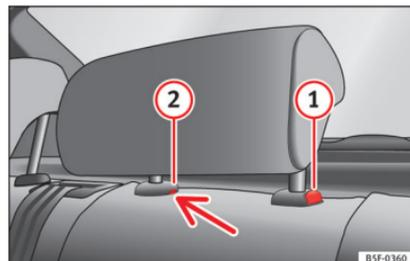

Abb. 138 Hintere Kopfstütze in der Mitte: Einstellungsstelle.
- Zum Einstellen der Kopfstütze auf eine niedrigere Höhe die Taste ① » Abb. 138 und diese nach unten schieben.
- Drücken Sie die Taste ① » Abb. 138 und gleichzeitig mit einem flachen, höchsten 5 mm breiten Schraubenzieher an der Sicherheitsöffnung ② » Abb. 138 und entfernen Sie die Kopfstütze.